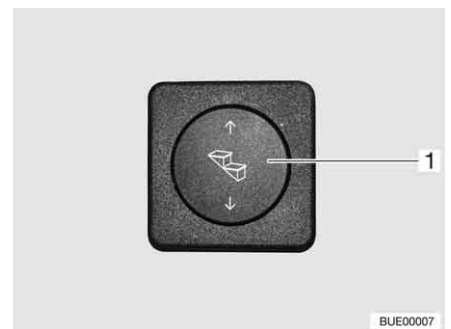

Bild 12 Bedientaster Eintrittstufe
- Wipptaster (Bild 12, 1) unten drücken und gedrückt halten (mindestens 3 Sekunden), bis die Eintrittstufe vollständig ausgefahren ist.
- Wipptaster (Bild 12,1) oben drücken, bis die Eintrittstufe vollständig eingefahren ist.